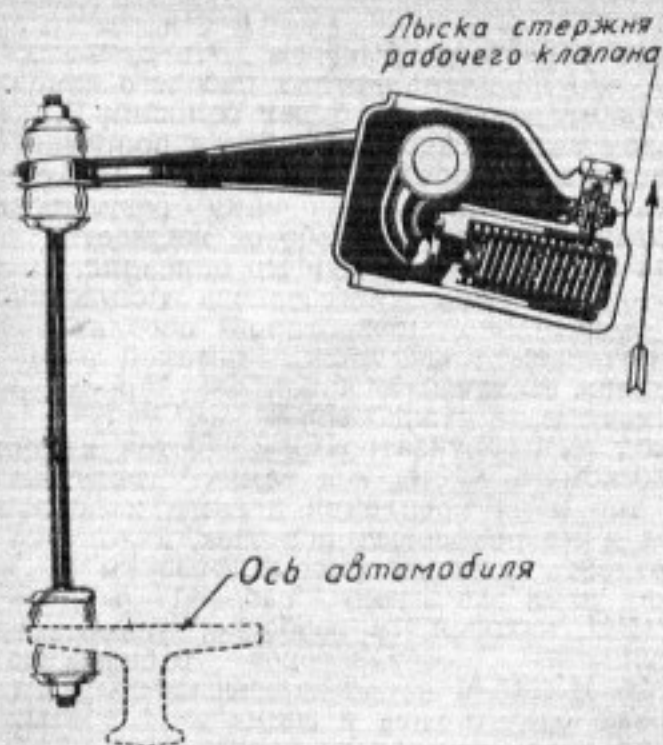

Рис. 4. Действие рабочего клапана при медленных перемещениях рамы вверх. Жидкость проходит только через калиброванное сечение лысок.
2. На рис. 4 показано взаимодействие деталей амортизатора, когда перемещения рамы относительно осей невелики или медленны, т. е. при езде по хорошей дороге или при езде с очень малой скоростью.